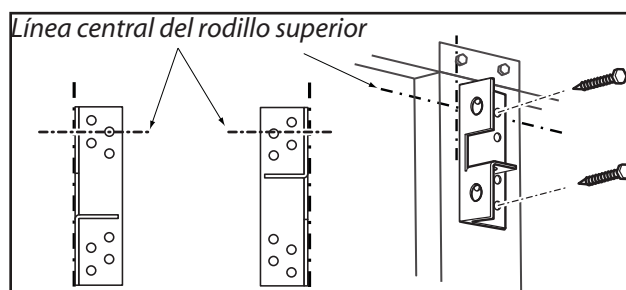

FIG. 2-8 Ejemplos de colocación del soporte de la puerta
- Alinee el soporte de la puerta centrado en su línea central vertical (**Fig. 2-8**).